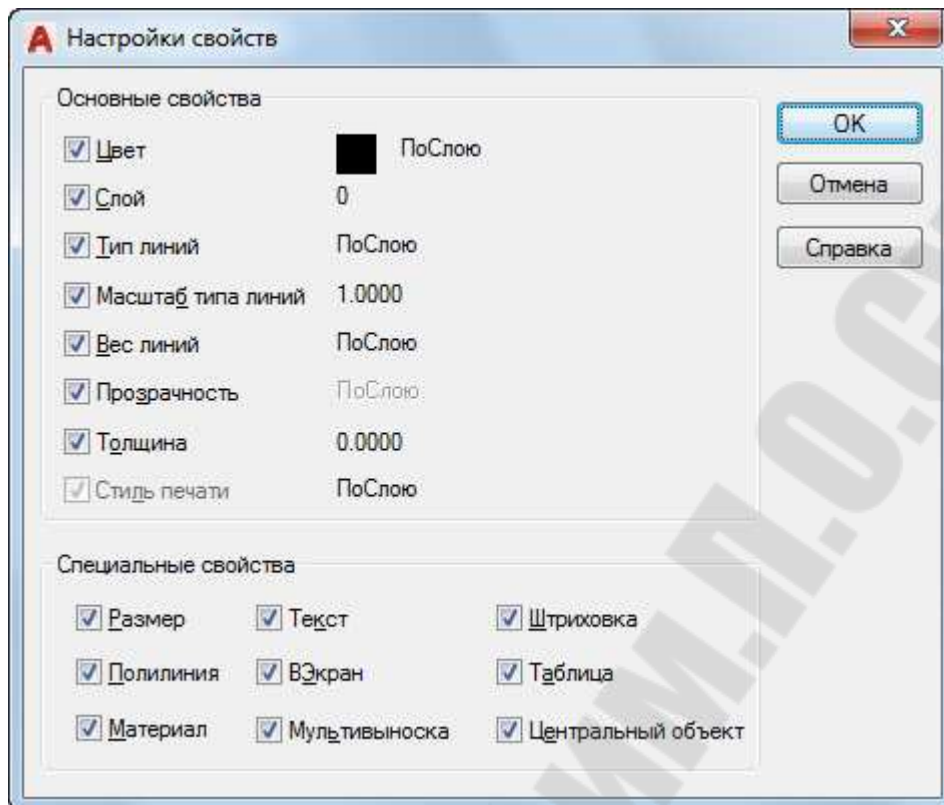

Рис. 2.95. Панель «Настройки свойств» для копирования
**Настройки** – вызов диалогового окна «Настройка свойств» для выбора свойств объекта (рис. 2.95), которые требуется копировать в объекты-адресаты.